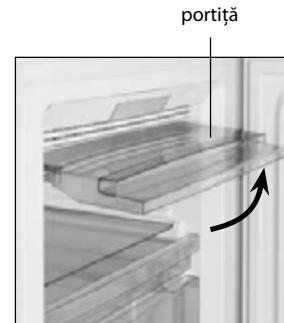

Figura 6
3.2 Pentru a încărca produsele pe raftul de sticlă de sus ridicați portiță până la fixarea ei în poziție orizontală cum vedeti în figura 6.